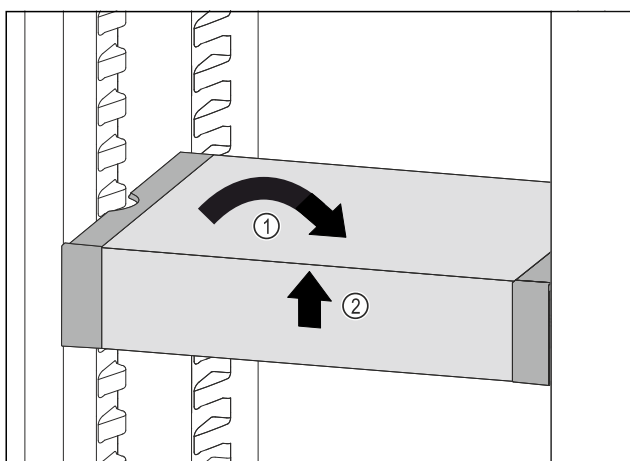

Fig. 60
- ▶ Remettre le VarioSafe droit. Fig. 60 (1)
- ▶ Soulever la partie avant du VarioSafe. Fig. 60 (2)